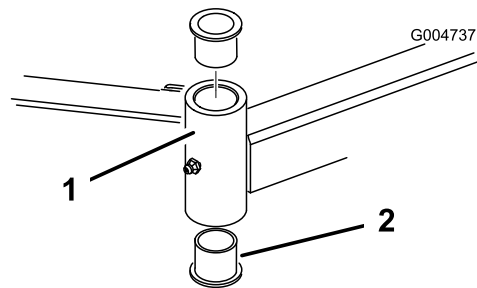

图 27
4. 将销冲头插入安装管的顶部或底部然后将轴套从管中推出图 27。以同样的方式将另一个轴套推出安装管。清洁安装管内部的任何污垢。